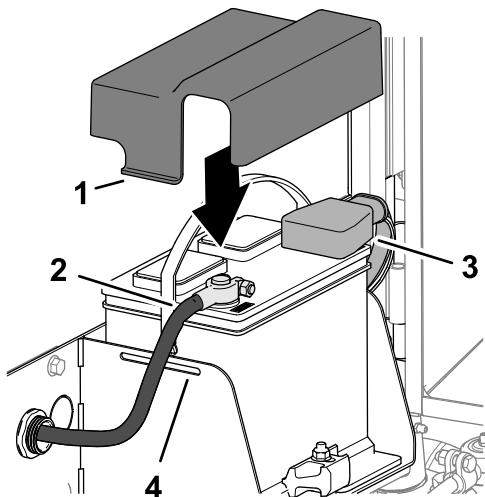

Figura 101
- Conecte el cable positivo (rojo) al borne positivo (+) de la batería (Figura 101).